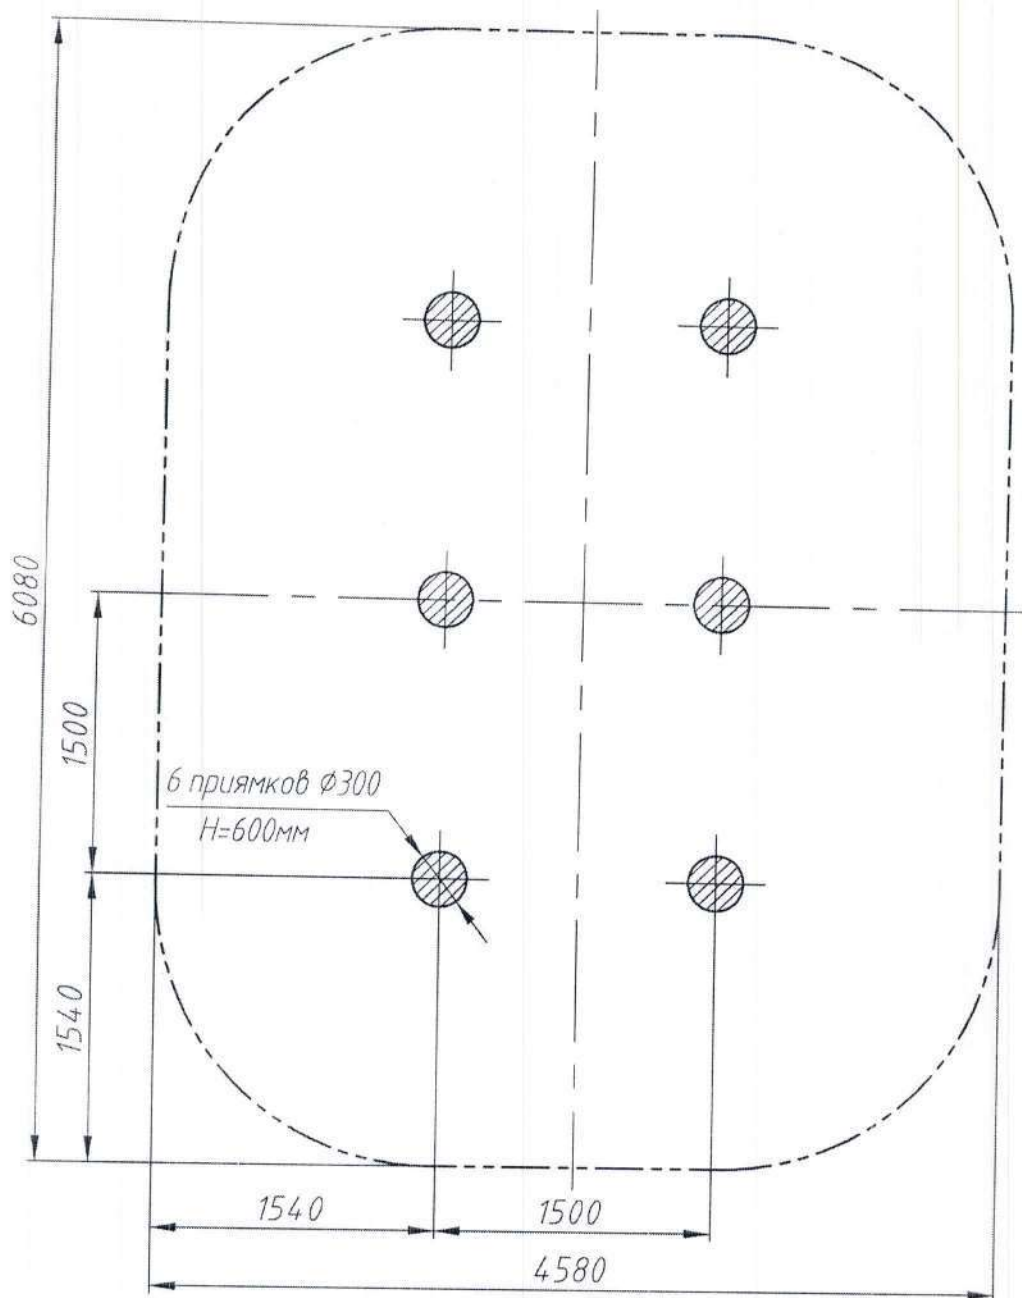

Рис.3 План фундамента Перекладин РТР 729В
12.6. Монтаж заключается в сборке составных узлов Перекладин с последующим бетонированием столбов в заранее подготовленные приямки. Фундаментные приямки выполняются в соответствии с планом фундамента (рис. 3).